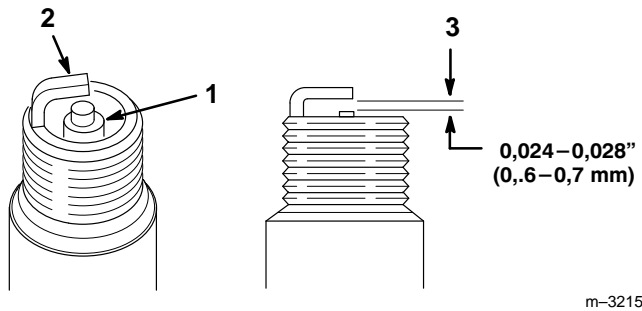

Figure 31
1. Inspecter le centre des bougies (Fig. 31). Si le bec de l'isolateur est recouvert d'un léger dépôt gris-brun, le moteur fonctionne correctement. S'il est couvert d'un dépôt noir, c'est généralement signe que le filtre à air est encrassé.
2. Contrôler l'écartement entre l'électrode centrale et l'électrode latérale (Fig. 31). Courber l'électrode latérale (Fig. 31) si l'écartement est incorrect.